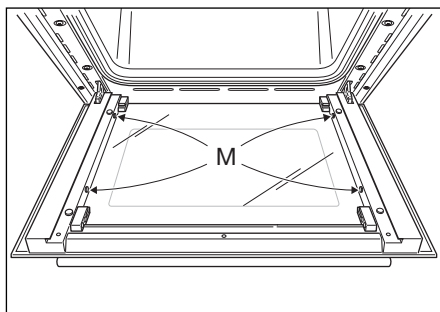

Figura 42a
- Assicurarsi che i quattro tamponi di gomma siano in posizione ("M" nella figura 42a).